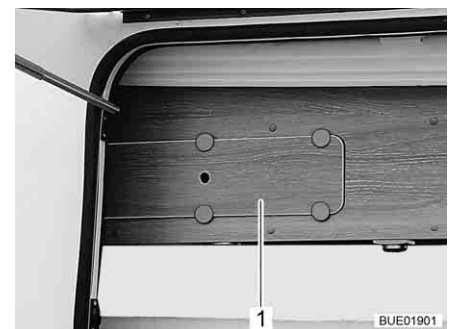

Bild 153 Abdeckung am Hängeschrank
- Abdeckung (Bild 153,1) abnehmen.